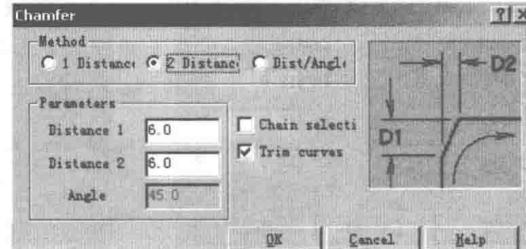

图 1-8
(7) 倒角功能增加了一个对话框，选择 Chamfer (倒角) 选项，打开该对话框，如图 1-8 所示，选取“2 Distanc”选项，再输入参数。